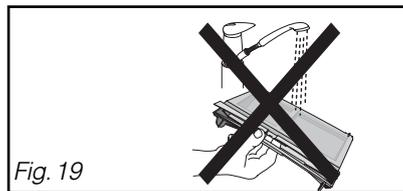

Fig. 19
**Il ne doit surtout pas être passé sous l'eau (Fig. 19).**